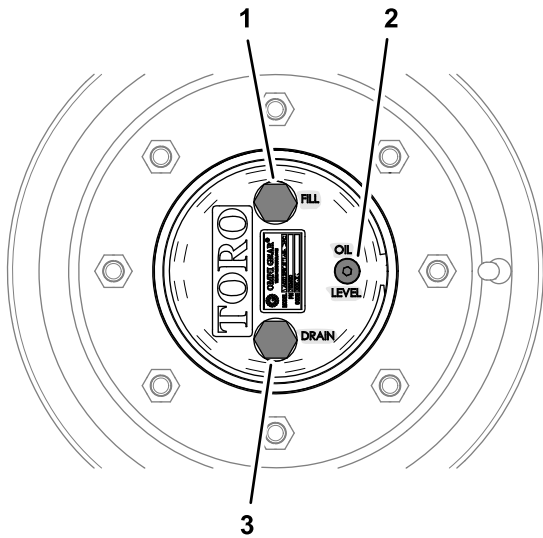

图 83
1. 机器在水平地面上时调整一个车轮的位置以便让加油塞处于最高12点钟位置排油塞处于最低6点钟位置图 83。
1. 机器在水平地面上时调整一个车轮的位置以便让加油塞处于最高12点钟位置排油塞处于最低6点钟位置请参阅 检查行星齿轮传动润滑油 \(页码 52\)中的图 83。